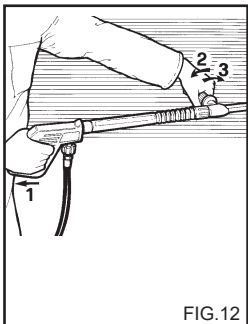
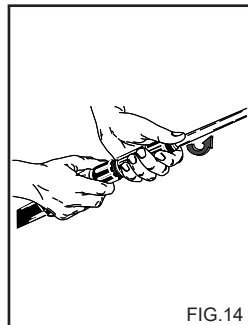

FIG.12
FIG.14
EMPLOI DE LA LANCE DOUBLE (Accessoire optionnel) (fig. 12)
2) Retirer la rallonge de la poignée et insérer la lance double ou la lance à buse réglable (fig. 14) actionner le nettoyeur, activer la commande d'aspiration du détergent placée sur la lance (fig. 12 et 13) et asperger la surface à laver de bas en haut.